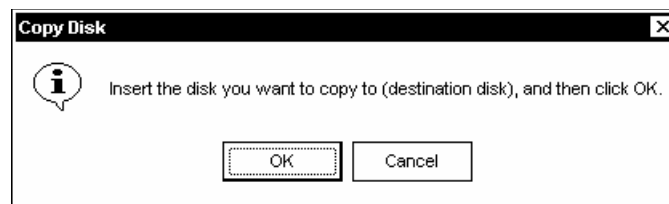

Figura 1-6. Insira o Novo Disco
7. **Remova** o disco de instalação do ROCLINK do drive e **insira** o novo disco, como instruído pela caixa de diálogo exibida na Figura 1-6.